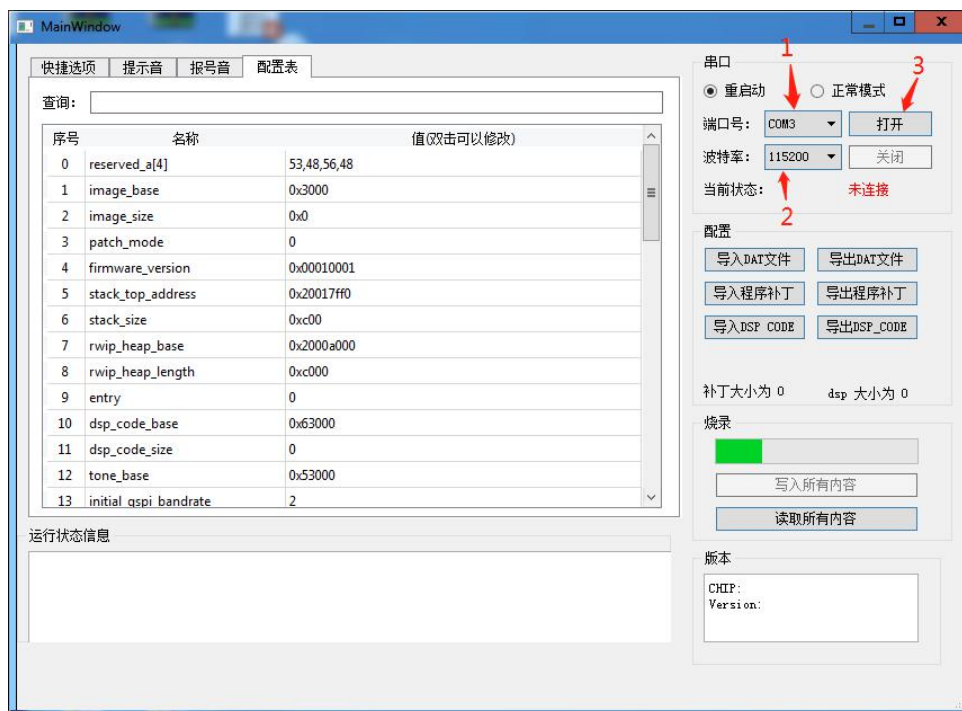

图 6.1
6.1 双击打开 fr5080_config 烧录工具，选择串口端口号、波特率、点击打开，如图 6.1